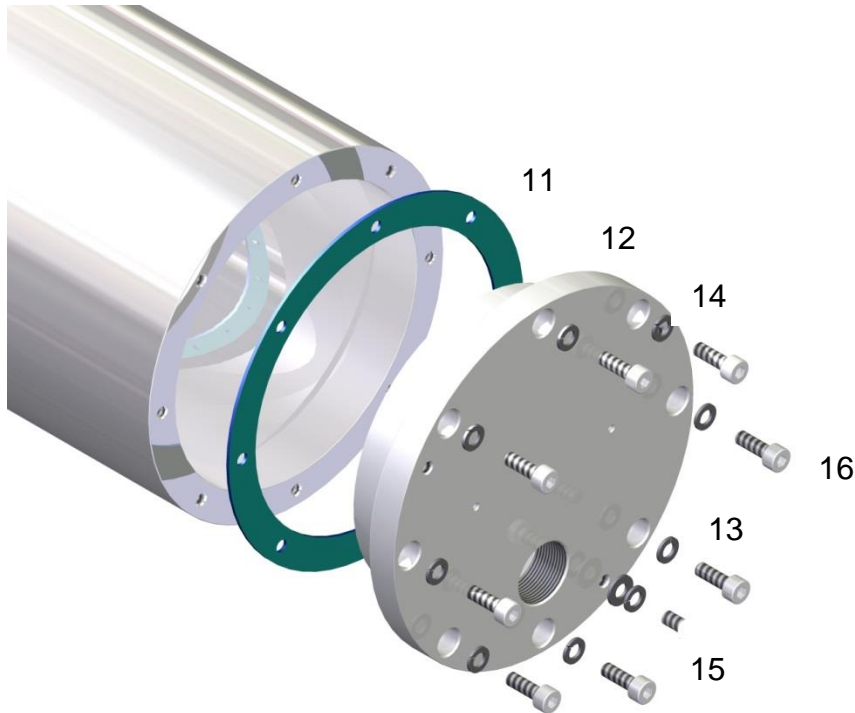

Abb.6-1: Explosionsdarstellung der Leergehäusekombination (Rückansicht)
1. Zum Öffnen der druckfesten Gehäuse sind die Zylinderkopfschrauben (*DIN 912*) mit einem Innensechskantschlüssel Größe 4 (im Lieferumfang enthalten) an den Flanschen zu lösen. Die Schraubverbindung enthält einen Federring (*DIN 127 Form A*), um ein willkürliches Losdrehen der Schraube zu verhindern (siehe Abb.6-1/2 Pkt.1, 2, 14 und 16).
2. Die Flansche müssen vorsichtig und gerade aus dem Gehäuserumpf gezogen werden, siehe Abb.6-1 Pkt.3 und Abb.6-2 Pkt.12. Aufgrund des entstehenden Unterdrucks während des Trennens der Flansche ist möglicherweise ein erhöhter Kraftaufwand hierzu notwendig.